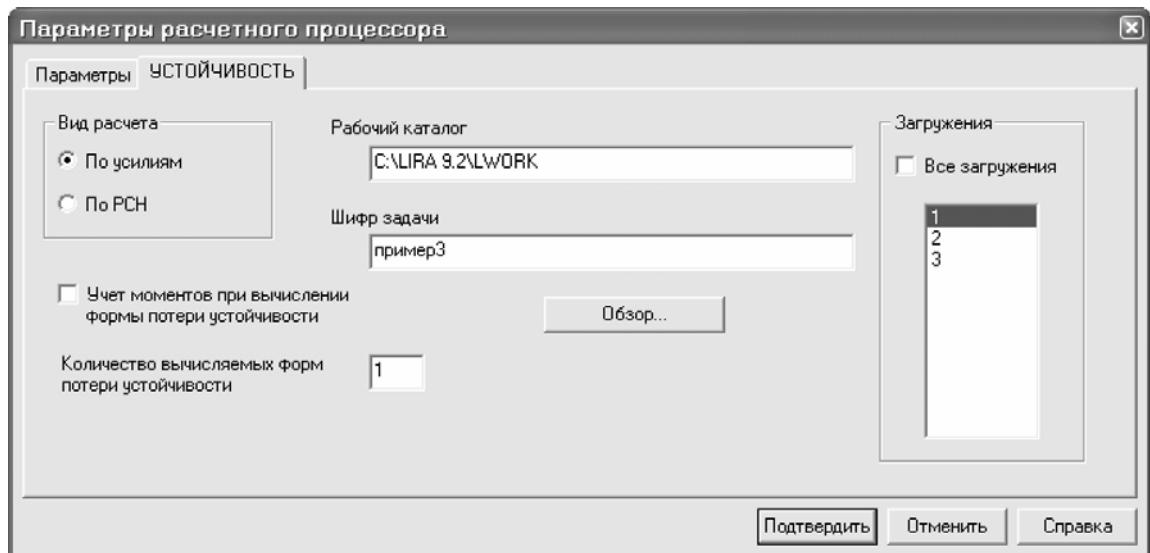

Рис.3.24. Диалоговое окно **Параметры расчетного процессора**
- Для выполнения расчета рамы на устойчивость от первого загружения, вызовите диалоговое окно **Параметры расчетного процессора** (рис.3.24) с помощью меню **Усилия ⇒ Устойчивость ⇒ Рассчитать** (кнопка на панели инструментов).